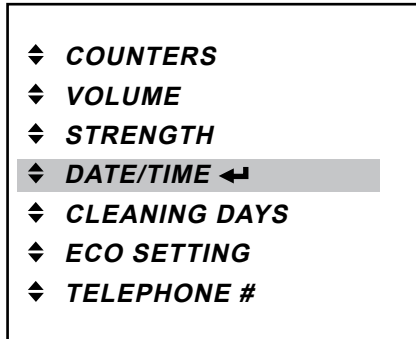

Fig. 36
1. Press the enter button  to access the «DATE / TIME» menu. (Fig. 36)